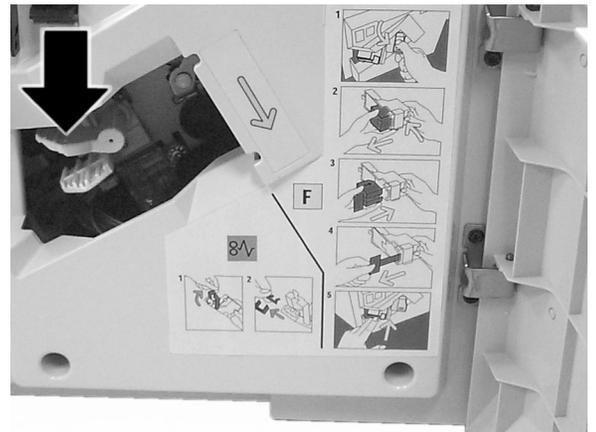

Abbildung 3: Gelben Verriegelungshebel zusammendrücken
- 2 Den gelben Verriegelungshebel zusammendrücken, bis das Heftklammermagazin freigegeben wird (Abbildung 3).